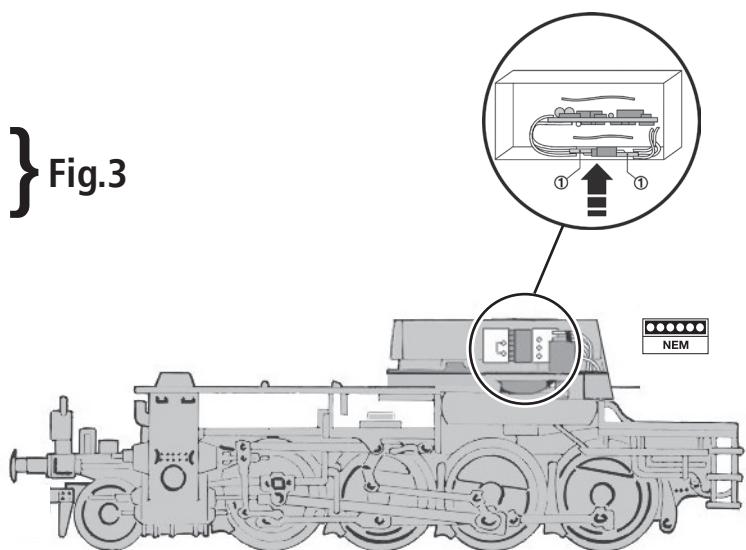

Fig. 8
3. Hafltreifenwechsel: Den **Hafltreifen** mit einer Nadel oder einem feinen Schraubendreher abziehen. Beim Aufziehen des neuen Hafltreifens bitte darauf achten, dass dieser sich **nicht verdreht** (Fig. 8).
3. Change of traction tyre: Remove the **traction tyre** using a pin or a fine screwdriver (fig. 8). When pressing on the new traction tyre please **avoid twisting it**.
3. Échange des bandages d'adhérence: Démontez d'abord le couvercle du carter des engrenages (fig. 11). Envezez les bandages d'adhérence à l'aide d'une aiguille ou d'un tourne-vis fin. Lors du montage des nouveaux bandages veuillez veiller à ce que les bandages **ne soient pas tor-dus** (fig. 8).